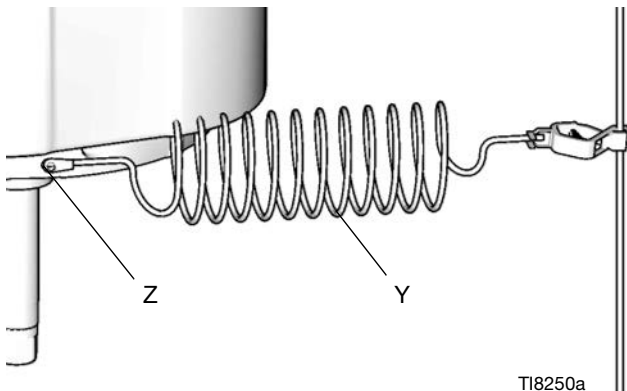

図 2. 接地線
ポンプ：接地線およびクランプを使用します（別売り）。図 2. 緑色の接地ネジ (Z) をエアモータの底から外します。接地線 (Y) の端のループにネジを通し、このネジをエアモータに再接続します。接地クランプを大地アースに繋げてください。注文部品 244524 接地ワイヤとクランプ。